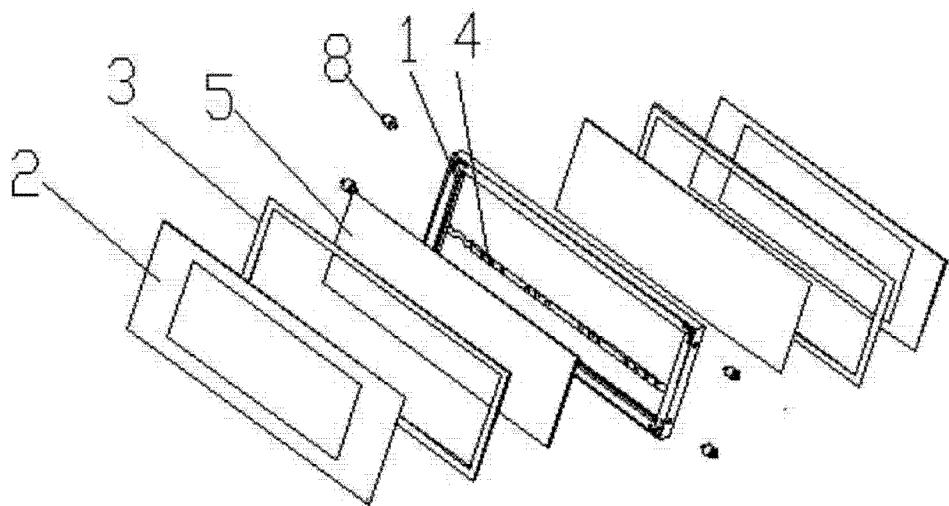

图 3
- [0015] 图 3 为本实用新型中实施例二中指示牌结构改良的爆炸图；